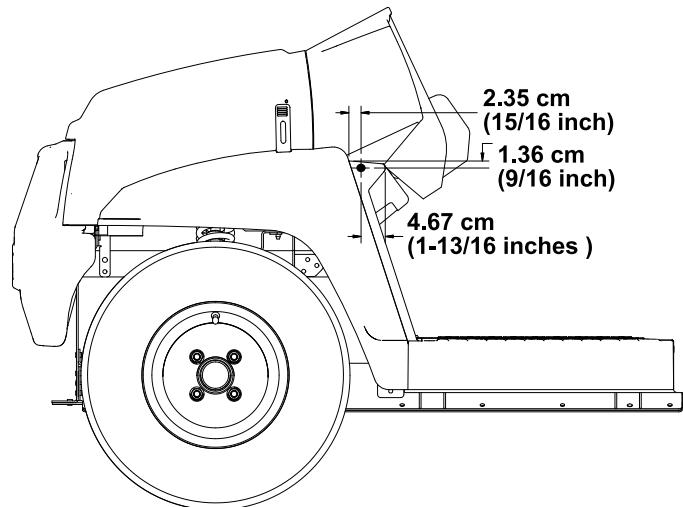

図 24
2. 機体の左右のフットボードの外側の、図 24 に示された寸法位置に、直径 8mm の穴を 1ヶ所開ける。